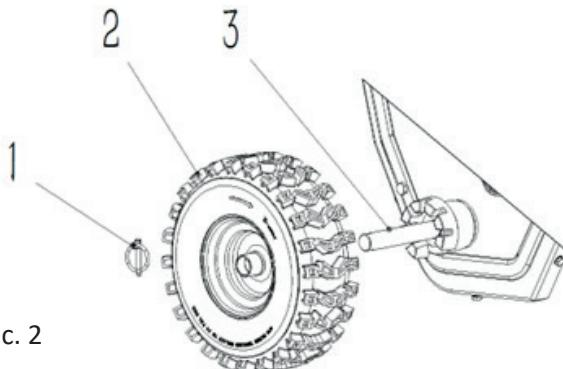

Рис. 2
Как показано на рисунке 2, наденьте колесо (2) на вал колеса (3) и вставьте пружинный штифт (1) в отверстие вала колеса (3). Установите левое (или правое) колесо таким же образом и обратите внимание на направление, указанное стрелкой нашине. (См. рис. 2)